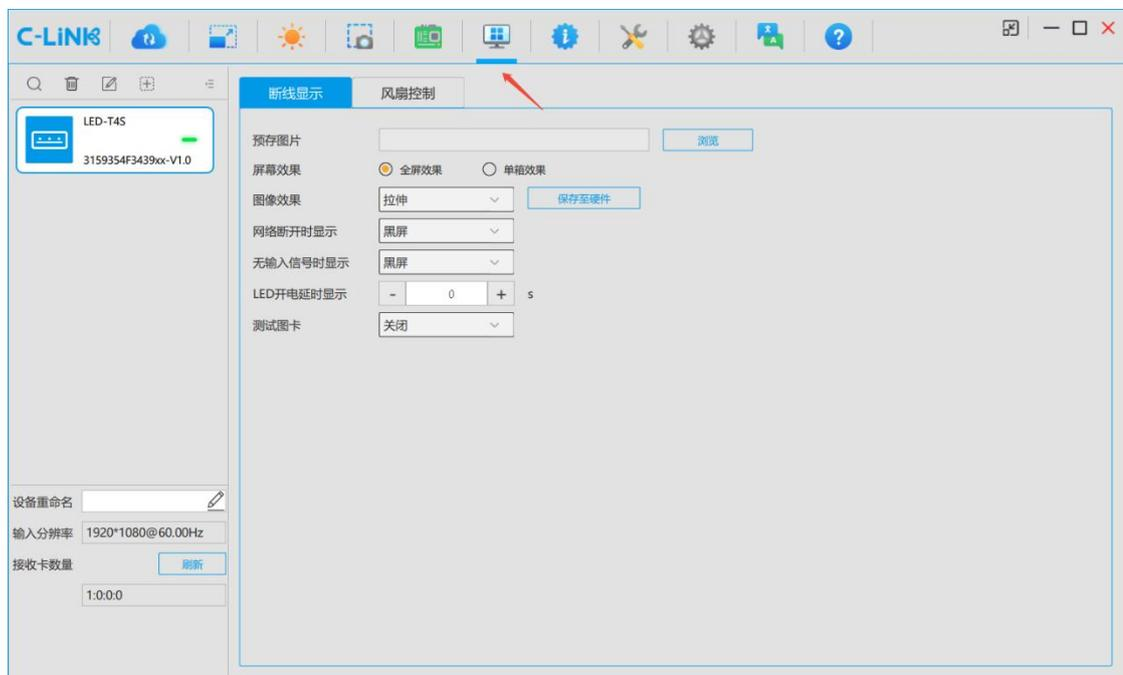

图 12-1 断线显示
- 步骤 1 在“功能”对话框中，选择“断线显示”页签，如图 12-1。